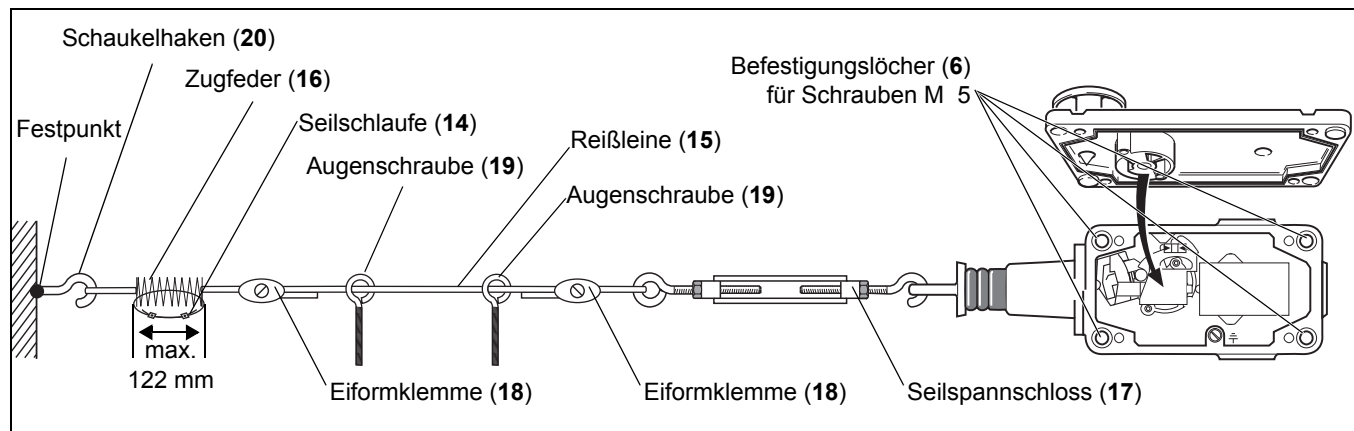

Abb. 3-1: Funktion des Seilzugnotschalters vom Typ LRS 004
Der Seilzugnotschalter vom Typ LRS 004 ist ein einseitig wirkender Seilzugnotschalter. Die beiden Öffner-Kontakte werden sowohl bei gezogener als auch bei schlaffer oder gebrochener Reißleine (15) zwangsbetätigt (siehe Abb. 3-1).
he Abbildung 3-1 und 3-2). Zusätzlich kann der Nothalt-Befehl auch über den roten, auf dem Deckel montierten, Pilztaster (5) ausgelöst werden. Wenn die Reißleine (15) gezogen wird, erfolgt eine mechanische Verriegelung, die nur am Gerät über den Rückstellknopf (4) gelöst werden kann.
Die Befestigung an der dem Schalter abgewandten Seite darf nicht starr sein. Wir empfehlen die Installation einer Zugfeder (16) (s. Abb. 3-1).